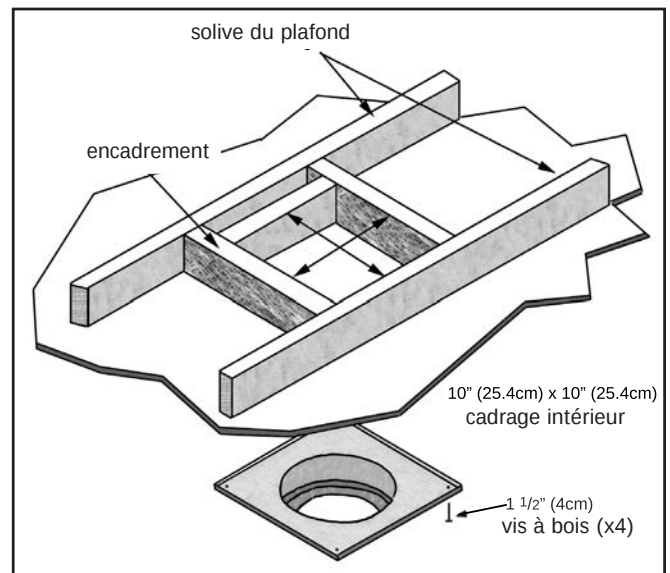
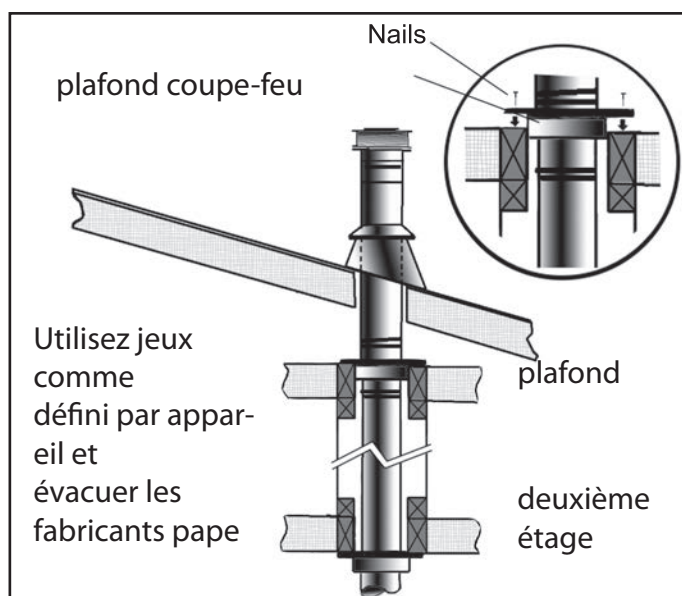

Figure 28: Encadrement mur pour un trou pour installation verticale.
Figure 32: l'installation du tuyau d'évacuation de plusieurs étages
3. Pour installer le Cycle de boîte de support / mur Thimble dans un plafond plat, coupez un «trou carré 10 dans le plafond, centrée dans le trou percé à l'étape 2. Cadre du trou comme indiqué sur la Figure 28.
- (c) Pour les installations de plusieurs étages. Un coupe-feu de plafond est exigé au deuxième étage, et toutes les étages ultérieures (voir Figure 32). L'ouverture doit être conçue de 10 "(25,4 cm) x 10" (25,4 cm) à l'intérieur des dimensions, de la même manière que celle représentée sur la Figure 28.